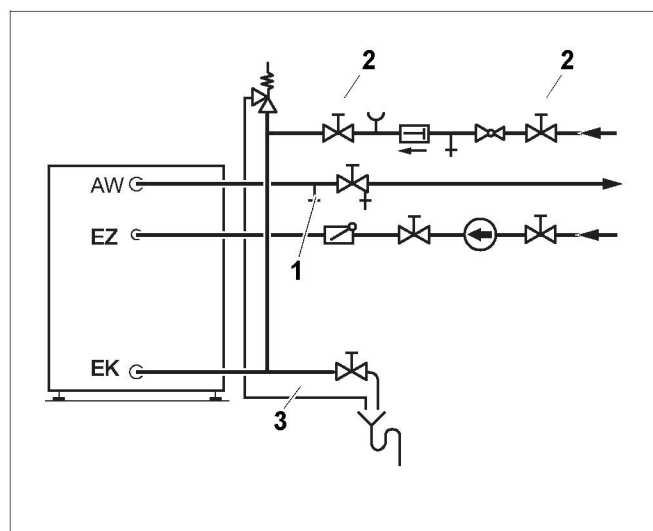

Рис. 9 Монтаж по DIN 1988 (принципиальная схема)
- Для удаления воздуха из бака-водонагревателя открыть вентиль продувки и выпуска воздуха (рис. 9, **поз. 1**) или наиболее высоко расположенный водоразборный кран.
- Для заполнения бака открыть запорный вентиль на входе холодной воды ЕК (рис. 9, **поз. 2**).
- Перед нагревом проверить заполнение водой отопительного котла, бака-водонагревателя и трубопроводов. Для этого открыть вентиль для продувки и выпуска воздуха (рис. 9, **поз. 1**).
- Держите постоянно открытым дренажный трубопровод предохранительного клапана (рис. 9, стр. 13).
- Дренажная линия предохранительного клапана (рис. 9, стр. 13) должна быть постоянно открытой.